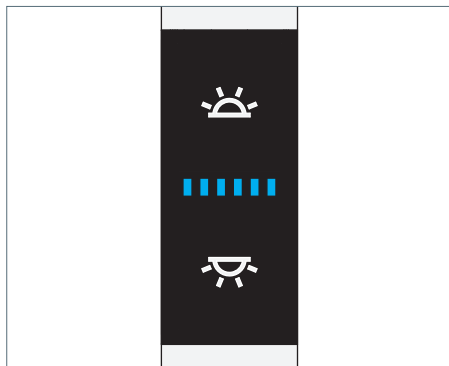

Fig. 11: Élément de commande.
- Appuyez sur la touche supérieure, voir Fig. 11.
- Appuyez sur la touche inférieure, voir Fig. 11.
- Appuyez sur la touche inférieure et tenez-la appuyée, voir Fig. 11.
- Appuyez sur la touche supérieure et tenez-la appuyée pendant au moins une seconde, voir Fig. 11.
- Appuyez sur la touche supérieure et tenez-la appuyée pendant au moins une seconde ou éteignez et allumez de nouveau VTL, voir Fig. 11.